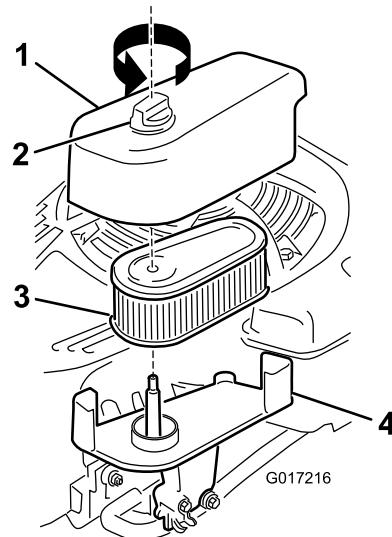

Figura 32
1. Allentate il fermo e rimuovete il coperchio del filtro dell'aria (Figura 32).